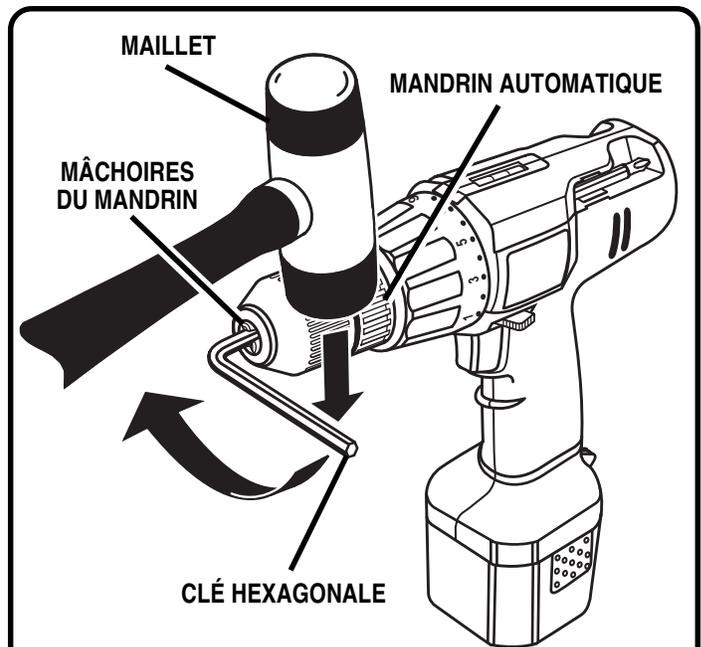

Fig. 13
Voir les Figures 13, 14, et 15.
- Tapotez la clé hexagonale par coups secs avec un maillet dans le sens des aiguilles d'une montre horaire. Voir la Figure 13. Ceci débloquera la vis du mandrin permettant ainsi de le déposer facilement.